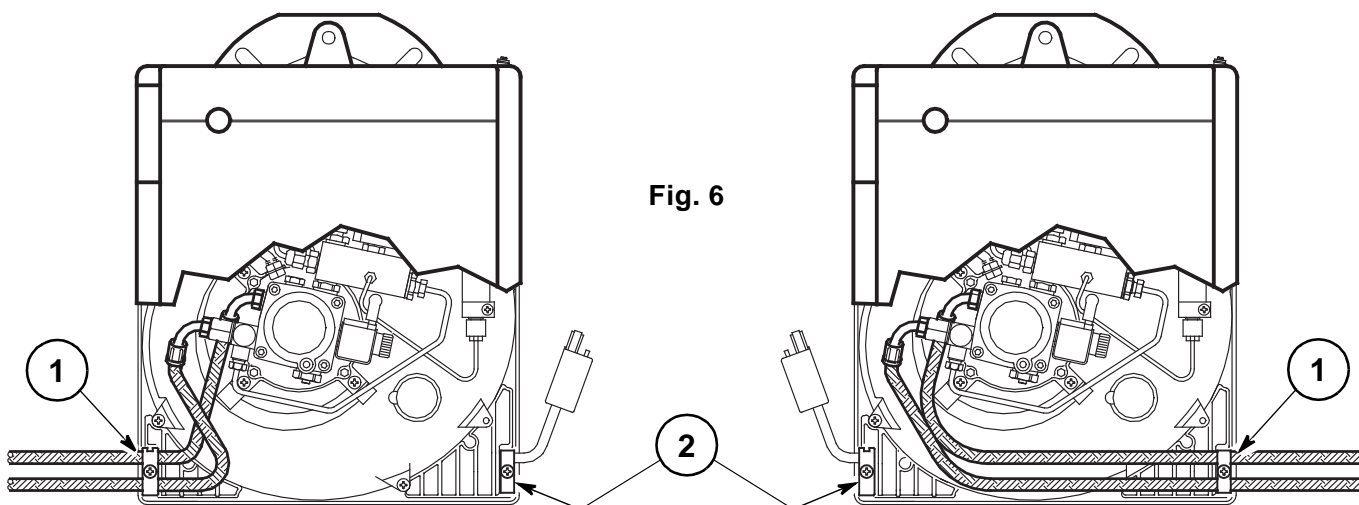

Fig. 6
El quemador va equipado para recibir los tubos de alimentación de combustible por ambos lados. Según si la salida de los flexibles es a la derecha o a izquierda, puede ser necesario cambiar el emplazamiento de la placa de fijación (1) con la de obturación (2), (ver fig. 6).